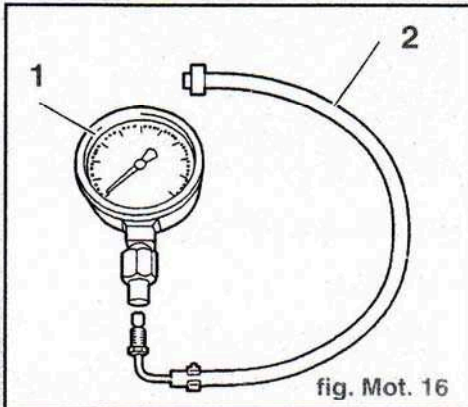

fig. Mot. 16
- Coffret **4103-T** comprenant (fig. Mot. 16) :
- (1) manomètre pour contrôle de pression d'huile
- (2) flexible